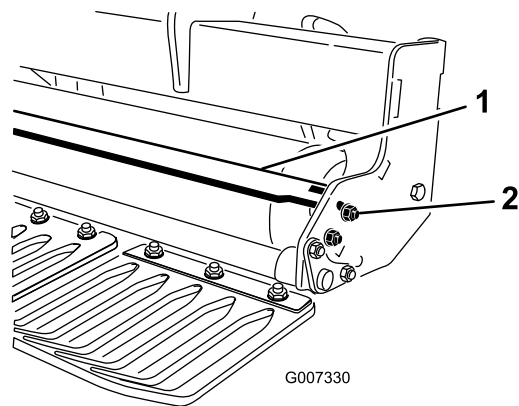

Рисунок 16
- Ослабьте детали крепления каждого конца скребка к выступу скребка валика (Рисунок 16).